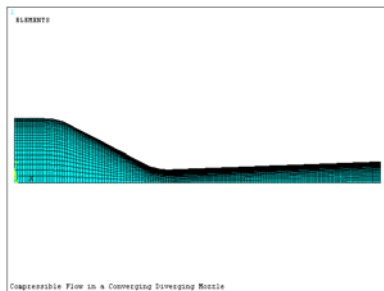

图 6-13 生成的网格模型
③⑮依次选择 Main Menu→Preprocessor→Meshing→Mesh→Areas→Mapped→3 or 4 sided，会弹出“Mesh Areas”对话框，单击“Pick All”按钮，生成的网格模型如图 6-13 所示。